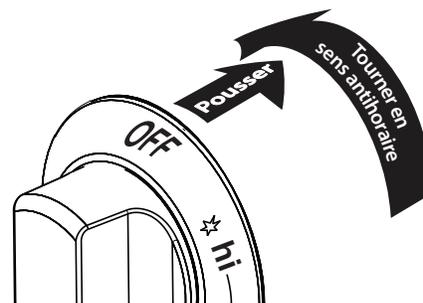

Figure 9 : Bonne façon de régler les brûleurs
2. Appuyer sur le bouton de commande correspondant et tourner dans le sens antihoraire hors de la position < OFF > (éteint), puis tourner le bouton sur  l'icône (Figure 9). Valider visuellement l'allumage du brûleur.